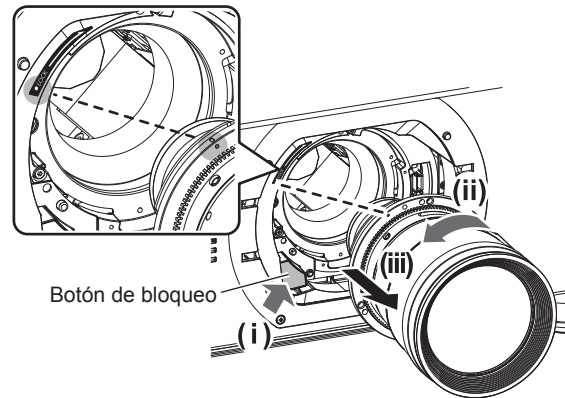

Figura 1
3) Manteniendo pulsado el botón de bloqueo, retire la lente de proyección girándola en el sentido contrario a las agujas del reloj. (Figura 1)